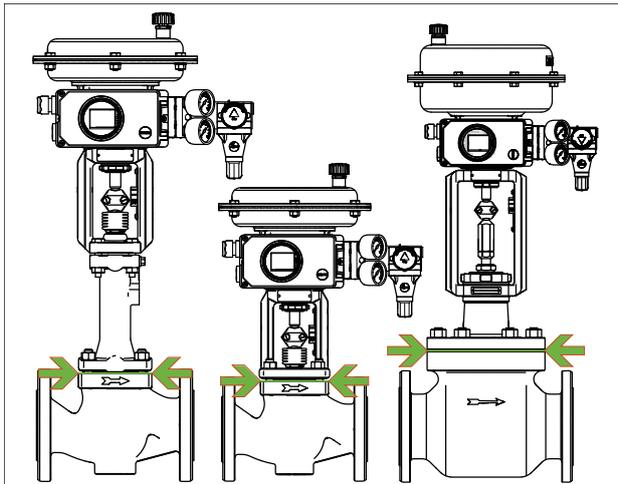

图 13: 控制阀的隔热限值（所示示例）
- ⇒ 仅将控制阀隔热到阀体的阀盖法兰（请参见图 13）。这也适用于带有用于 0 °C 以下或 220 °C 以上介质温度的波纹管密封或延长段的型号。如果延长段被隔热，将无法正常工作。